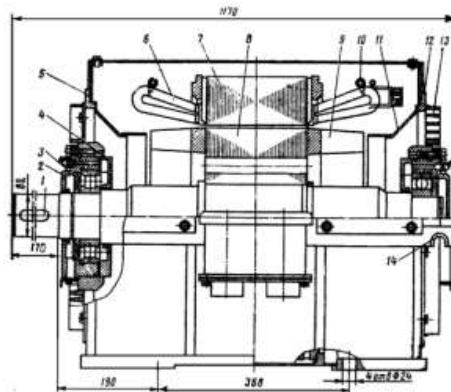

Рис. 2. Общий вид асинхронного двигателя с высотой оси вращения  $h = 280$  мм.
11. Назовите элемент 4, изображённый на рис. 2.